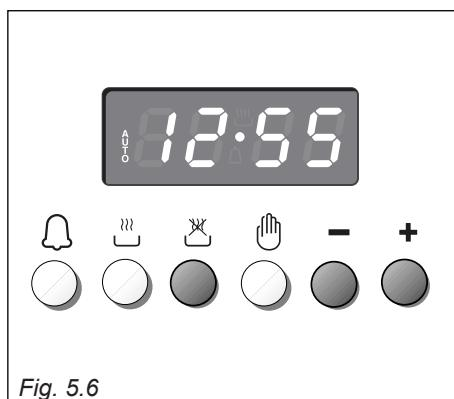

Fig. 5.6
2. Déterminer l'heure d'arrêt de la cuisson en pressant le poussoir (ceci fait paraître le temps de cuisson déjà sommé à l'heure de la montre) et le poussoir (fig. 5.6); si l'heure a été dépassée, reculer en pressant le poussoir .